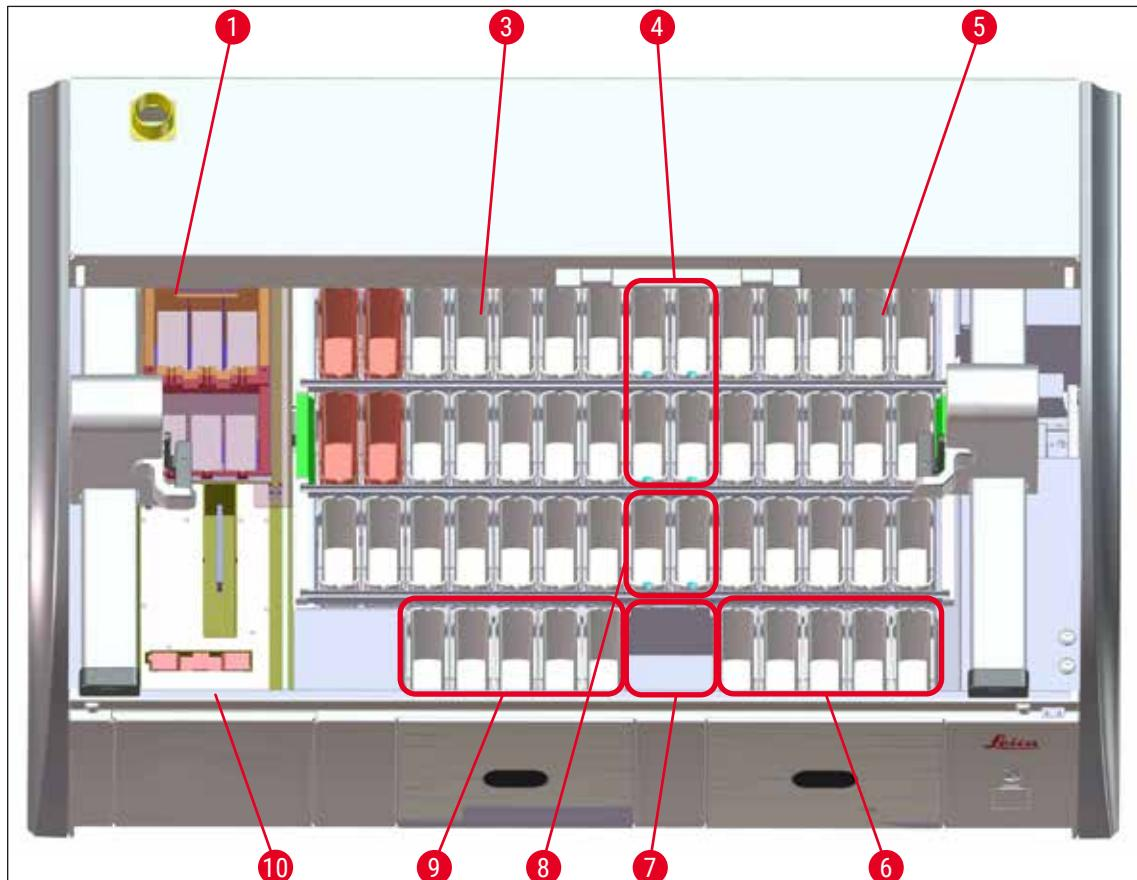

図65
- ・複製ステーション（元のステーションと複製したステーション）は容器フィールドの同じ側にあることが必要です（→「図40」）（→「図65」）。これを守らなかった場合、槽の配置の変更結果を保存できません。
- (→「図65」) は、容器フィールドに配置されたさまざまなステーションの一覧です。